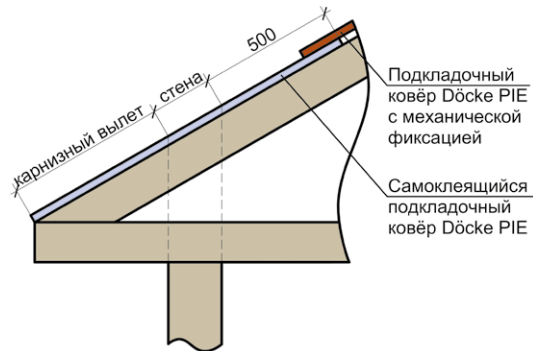
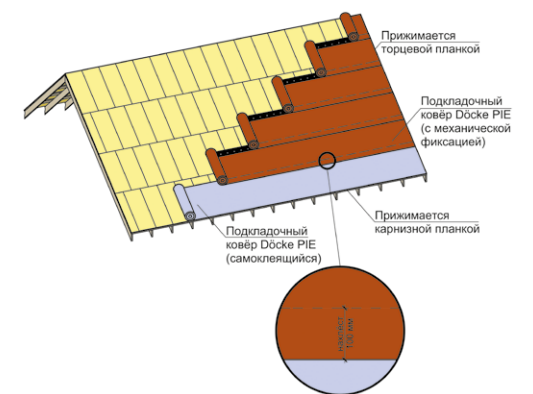

Рис. 8. Схема укладки самоклеящихся подкладочных ковров на карнизный свес.
Рис. 10. Схема расположения подкладочного ковра Döcke (последовательность укладки полотен в соответствии с пунктом 4.1.6.).
4.1.3 В ендову и вдоль карнизного свеса рекомендуется укладывать самоклеящийся подкладочный ковер Döcke. Величина карнизного свеса равна величине карнизного вылета плюс часть ската над стеной плюс 500 мм (рис. 8). Оставшуюся поверхность скатов допускается покрывать подкладочными коврами Döcke с механической фиксацией (рис. 10, рис 12). Также допускается монтаж само-
4.1.8 Крепёж подкладочного ковра осуществляется гвоздями (тип 1, таблица №1). Схема крепления полотен подкладочных ковров Döcke показана на рис. 10. Самоклеящиеся ковры Döcke вдоль карниза снизу прижимаются карнизными планками (п. 5 – «Установка карнизных и торцевых металлических планок»).